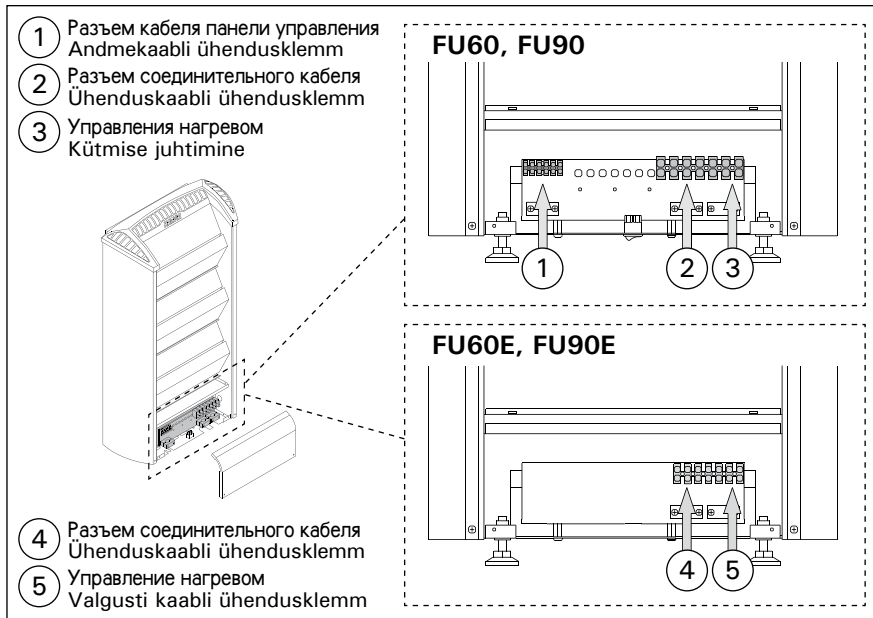

Рисунок 7. Подключение соединительного кабеля
На рис. 7 показано, как подключить кабели к каменке FU/FU-E. Провода кабеля панели управления следует подключить к разъему кабеля панели управления с соблюдением цветовой маркировки.
Кроме разъемов питания каменки FU оснащены также разъемом (P), который делает возможным управление электрическим нагревом. (см. рис. 7).
4. Свободный конец кабель управления подключается к разъему панели управления. См. рис. 7. и разделе 3.1.1.